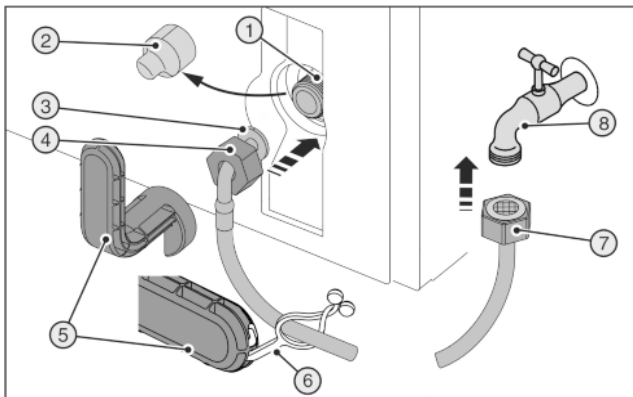
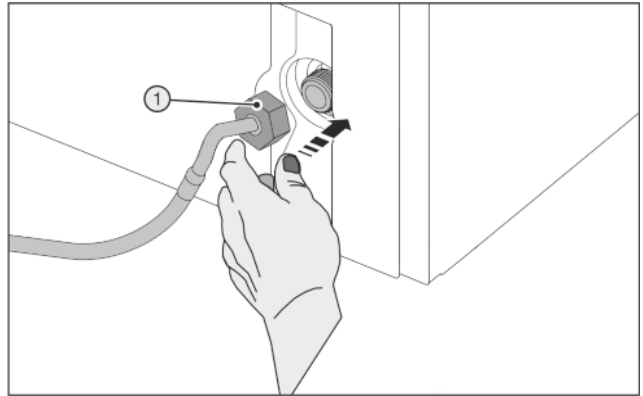

Fig. 45
Fig. 46
Strumento ausiliario rotto Fig. 45 (5)!
- ▶ Utilizzare strumenti ausiliari Fig. 45 (5) esclusivamente a temperatura ambiente.
- ▶ Togliere la copertura Fig. 45 (2).
- ▶ Montaggio facilitato: posare l'estremità diritta del tubo Fig. 45 (7) a sinistra sul pavimento.
- ▶ Spingere il dado Fig. 45 (4) sull'estremità angolata del tubo Fig. 45 (3) fino alla fine e serrare.
- ▶ Applicare con cura il dado Fig. 46 (1) e avvitare con due dita direttamente sul filetto, finché non è perfettamente in sede.
- ▶ Serrare il dado Fig. 46 (1) in senso orario con lo strumento ausiliario Fig. 45 (5) fino a raggiungere la coppia massima e a spanare lo strumento ausiliario Fig. 45 (5).
- ▶ avvitare il dado Fig. 45 (7) sul rubinetto d'intercettazione Fig. 45 (8).
- ▶ Serrare il dado Fig. 45 (7) in senso orario con lo strumento ausiliario Fig. 45 (5) fino a raggiungere la coppia massima e a spanare lo strumento ausiliario Fig. 45 (5).
- ▶ Aprire il rubinetto d'intercettazione Fig. 45 (8) dell'alimentazione dell'acqua e controllare la tenuta dell'intero impianto dell'acqua.
- ▶ Agganciare la linguetta Fig. 45 (6) nello strumento ausiliario Fig. 45 (5) e fissare al tubo d'acciaio inox per conservarlo.